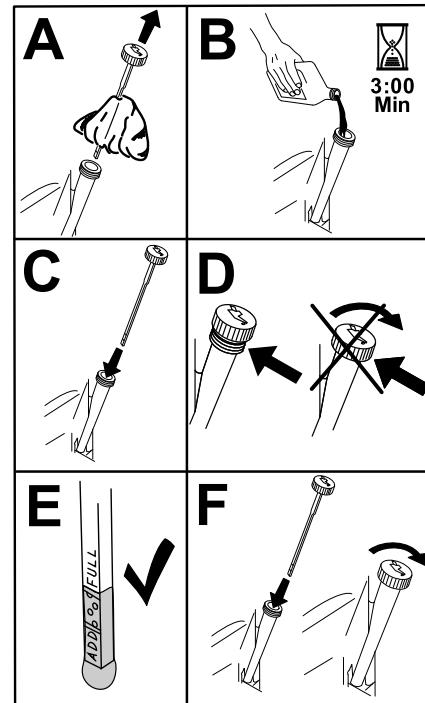

Figura 52
5. Vierta lentamente un 80% aproximadamente del aceite especificado por el tubo de llenado, luego añada lentamente el resto del aceite hasta que llegue a la marca de **Lleno** (Figura 52).